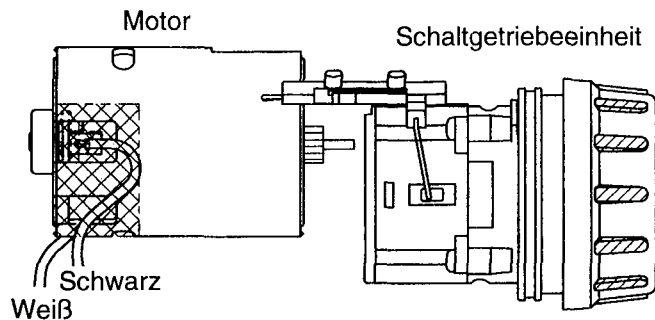

Abb. 6
3. Die Motor-Montagebasis und die Positionierrippe des Getriebegehäuses sollten eingebaut werden. (Siehe Abbildung 6)